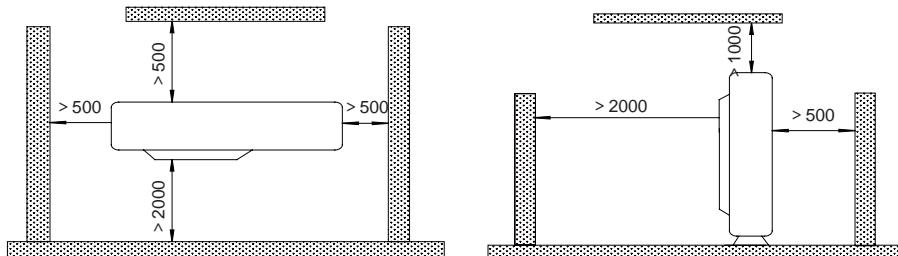

Fig.3
- (1). Instalați unitatea de exterior într-un loc unde nu va fi expusă murdăriei sau umezelii pe cât posibil
- (2). Instalați unitatea de exterior acolo unde este convenabil pentru a fi legată de unitatea de interior.
- (3). Instalați unitatea de exterior acolo unde apa condensată poate să se scurgă nestingherită pe durata operației de încălzire.
- (4). Nu puneți animale sau plante în calea aerului cald.
- (5). Luați în considerare greutatea aparatului de aer condiționat și alegeti un loc unde nivelul de zgomot și vibrare este mic.
- (6). Instalați unitatea de exterior acolo unde greutatea unității poate fi suportată și se generează un nivel de zgomot și vibrare cât mai mic posibil.
- (7). Asigurați spațiul aşa cum este prezentat în Fig. 3, astfel încât fluxul de aer să nu fie blocat. De asemenea, pentru o funcționare optimă, lăsați deschise trei din patru direcții ale construcțiilor periferice.